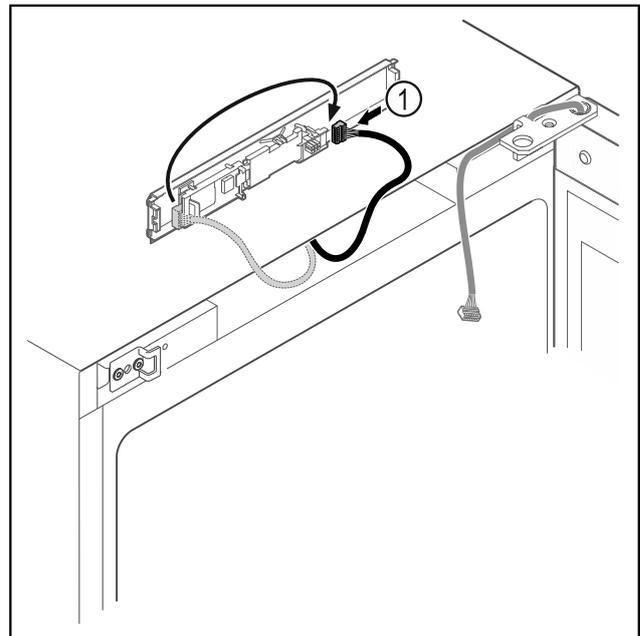

Fig. 17
- Scambiare la posizione del connettore Fig. 17 (1) sulla scheda.